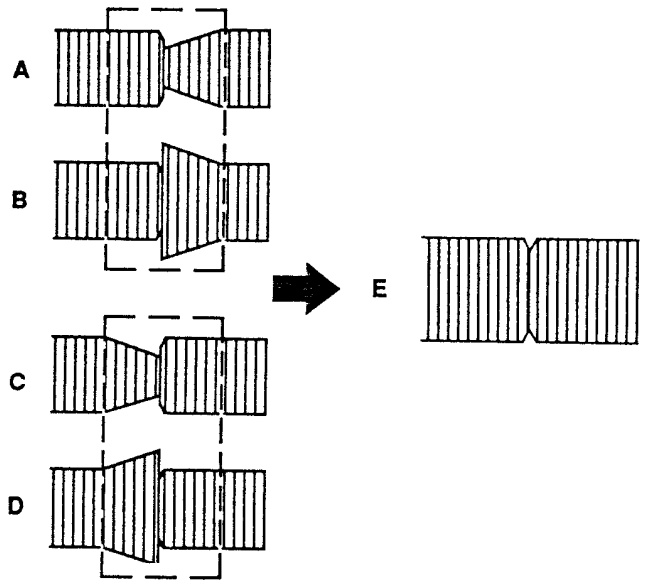

Fig. 37
- If the FM envelopes are displayed as shown in examples "A" and "B" in Fig.37 adjust with the Run-in Tape Guide Bolt P2 so that the FM envelopes are as shown in Fig. 37 - "E".
- If the FM envelopes are displayed as shown in example "C" or "D" in Fig. 37, adjust with the Run-out Tape Guide Bolt P3 so that the FM envelopes are as shown in Fig. 37 - "E".
- Se l'involuppo (FM dal nastro) si presenta come negli esempi A e B della fig. 37, effettuare una regolazione con l'aiuto del perno P2 all'ingresso del nastro finchè risulta come nell'esempio E.
- Se l'involuppo è invece uguale agli esempi C o D (fig. 37), regolare il perno P3 all'uscita del nastro in modo ottenere l'oscillogramma dell'esempio E.